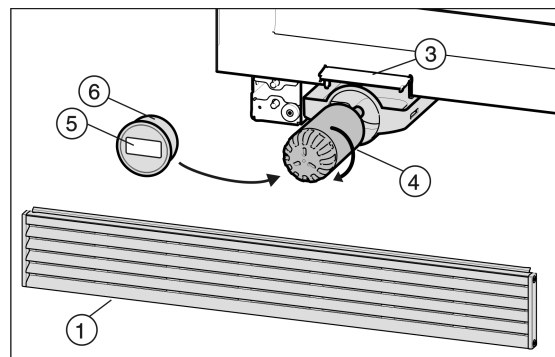

Fig. 7
- ▶ Coloque el filtro de agua nuevo Fig. 7 (4) y gírelo unos 100° en el sentido de las agujas del reloj hasta que haga tope.
- ▶ Coloque la tapa del filtro Fig. 7 (6).
- ▶ Anote la fecha de la próxima sustitución en la etiqueta adhesiva Fig. 7 (5) suministrada y pegue dicha etiqueta en la tapa del filtro Fig. 7 (6).
- ▶ Introduzca el filtro de agua Fig. 7 (4).
- Cierre la tapa de cambio de filtro *Fig. 7 (3)*.
- Vuelva a colocar la rejilla de aire *Fig. 7 (1)* y presiónela hacia abajo. Debe quedar a ras del suelo.